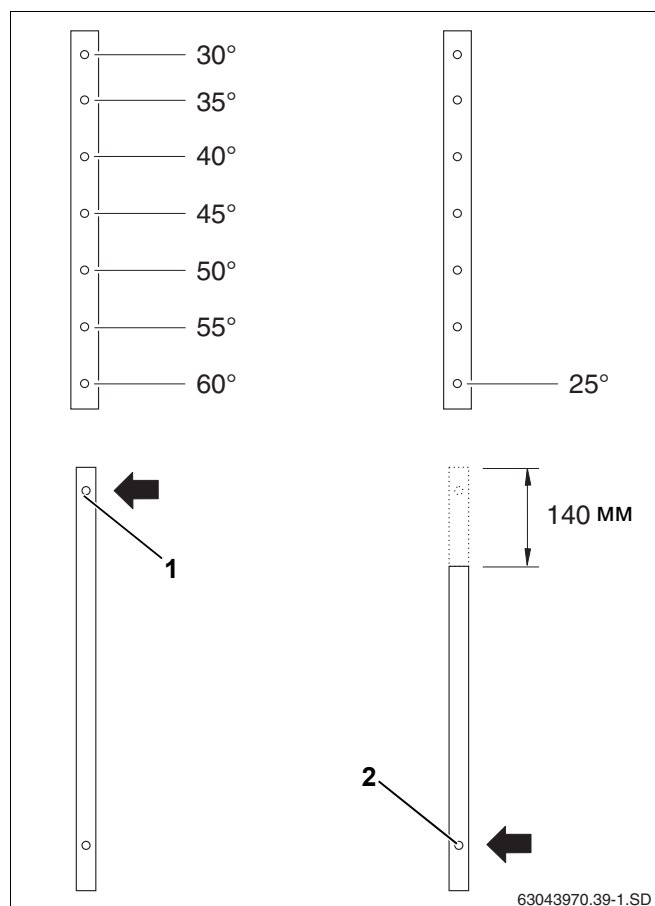
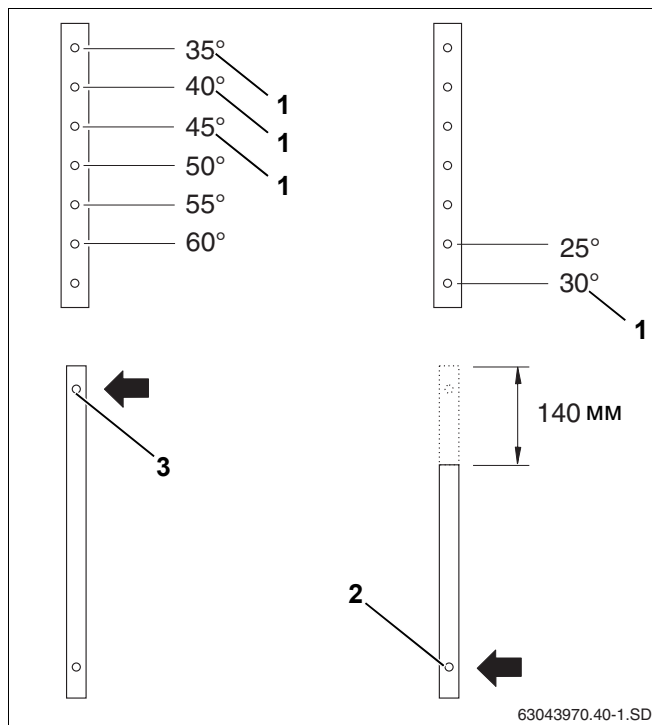

Рис. 12 Выбор угла наклона для вертикальных коллекторов
Рис. 13 Выбор угла наклона для горизонтальных коллекторов
- Выбрать отверстия на верхней и нижней телескопических направляющих согласно рис. 12 и рис. 13.
При вертикальном монтаже для угла наклона коллектора от 30° до 60° используйте верхнее отверстие нижней телескопической стойки (рис. 12, **поз. 1**).
Для угла наклона 25° нужно укоротить нижнюю стойку сверху на 140 мм и использовать нижнее отверстие (рис. 12, **поз. 2**).
При горизонтальном монтаже для угла наклона коллектора от 35° до 60° используйте верхнее отверстие нижней телескопической стойки (рис. 13, поз. 3).
Для угла наклона 25° и 30° нужно укоротить нижнюю стойку сверху на 140 мм и использовать нижнее отверстие (рис. 13, поз. 2).
- Для монтажа на фасаде нужно использовать только положение с углом наклона коллектора 30°, 35°, 40° и 45° (рис. 13, поз. 1).